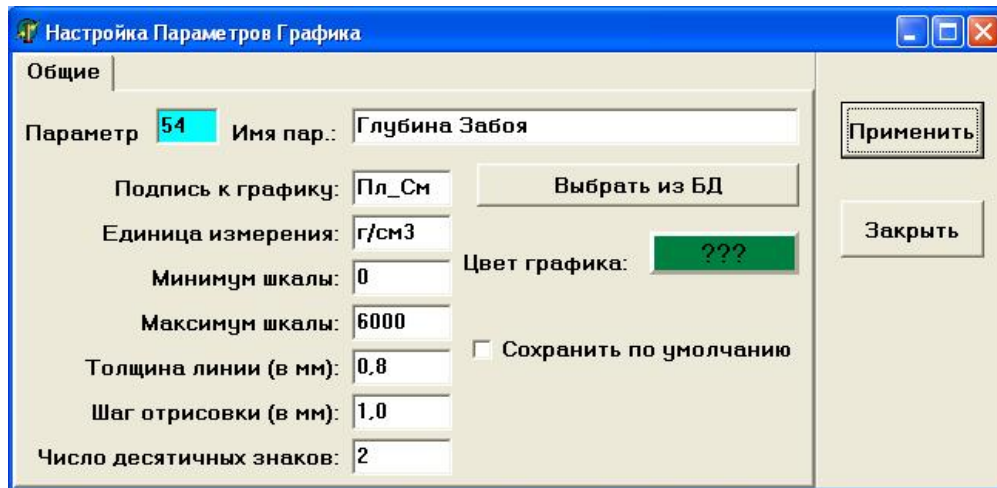
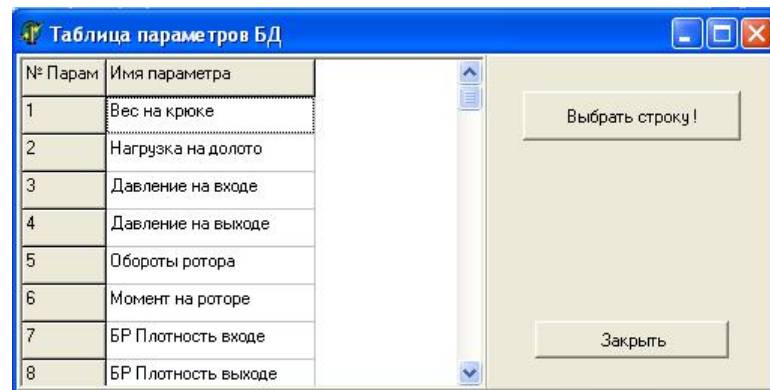

Рисунок 8. Окно «Настройка параметров графика»
Рисунок 9. Окно «Таблица параметров БД»
С помощью этой кнопки можно настроить конкретный график. А именно, можно указать конкретный параметр базы данных и ряд характеристик графика. При нажатии этой кнопки на экране появляется окно «Настройка параметров графика» (смотри рисунок 8).
- Кнопка «Выбрать из БД» позволяет выбрать параметр БД, график которого нужен пользователю. При нажатии на эту кнопку на экране появится окно «Таблица параметров БД» (смотри рисунок 9). Необходимо найти в списке нужный параметр, щёлкнуть по нему мышкой и нажать на кнопку «Выбрать строку». Окно закроется, при этом номер параметра переписывается в окно «Параметр» (смотри рисунок 8), а имя параметра переписывается в окно «Имя пар.», которое в дальнейшем можно при необходимости отредактировать.